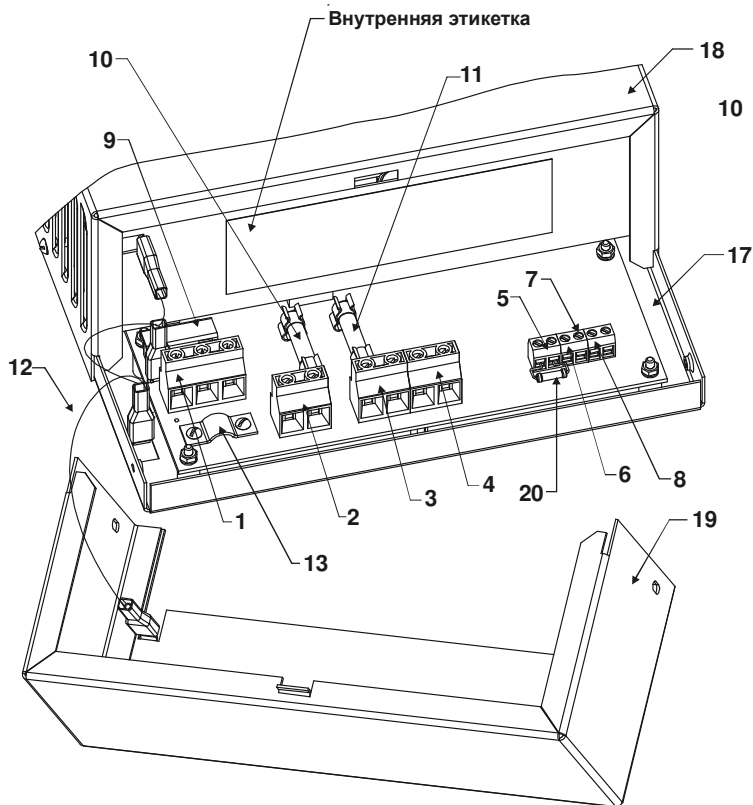

Рисунок 1
Источник размещен в металлическом корпусе, состоящем из дна, кожуха основного и кожуха монтажного отсека. Кожух основной скрывает радиоэлементы, не требующие обслуживания при эксплуатации источника, под кожухом монтажного отсека расположены элементы коммутации и защиты (рисунок 1), которые размещены на печатной плате.
Снимите кожух монтажного отсека поз.19 рисунок 1 для доступа к элементам коммутации и защиты. При необходимости отсоедините перемычку заземления поз.12 рисунок 1.
- ◆ Подключите сетевые провода и провод заземления, или шнур питания сетевой (входит в комплект поставки) соблюдая фазировку, к соответствующим контактам колодки «Сеть», пропустив их под прижимной планкой (поз.13 рисунок 1), предварительно ослабив фиксирующие ее винты не более чем на 4-5 оборотов, после чего затяните винты прижимной планки до обеспечения жесткой фиксации проводов.
- ◆ Закройте кожух монтажного отсека поз.19 рисунок 1, подсоединив к нему перемычку заземления поз.12 рисунок 1, если она была отсоединена.